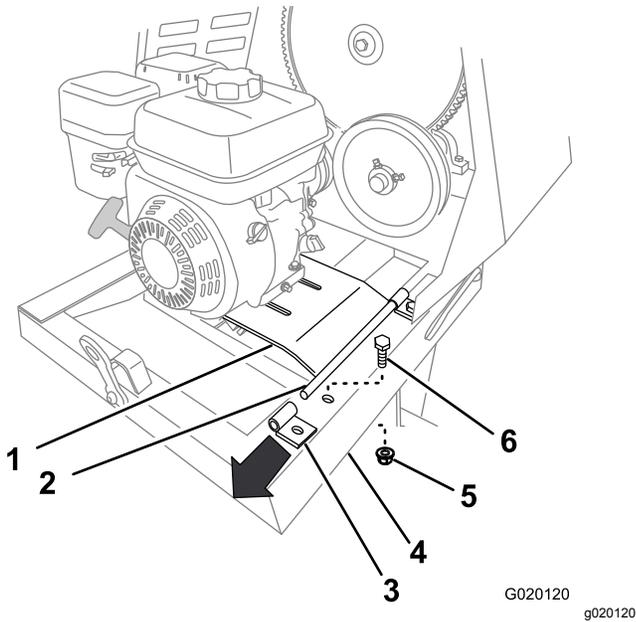

Figure 51
- Retirez le boulon et l'écrou qui fixent le support arrière de la charnière de plancher moteur au cadre de la machine (Figure 51).
- Soulevez le bord arrière du plancher moteur et déposez le support de charnière (Figure 51).
- Fixez le support arrière au cadre de la machine avec le boulon et l'écrou (Figure 51) retirés à l'opération 8 de Dépose du moteur (page 37).